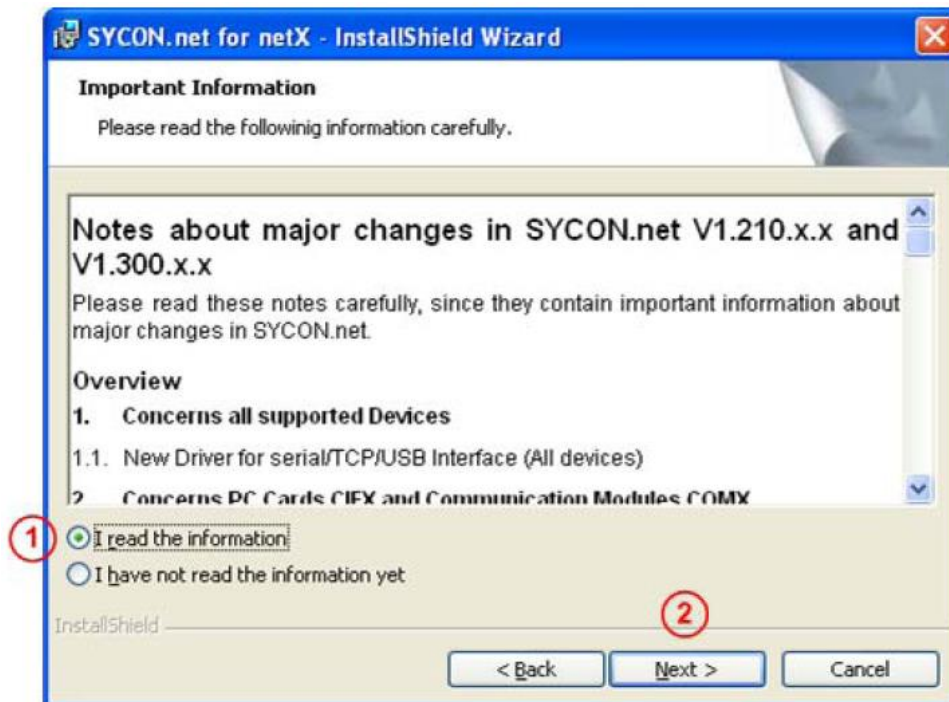

图 6
4) 选择已阅读信息，单击 Next，进行下一步安装，如图 6 所示：